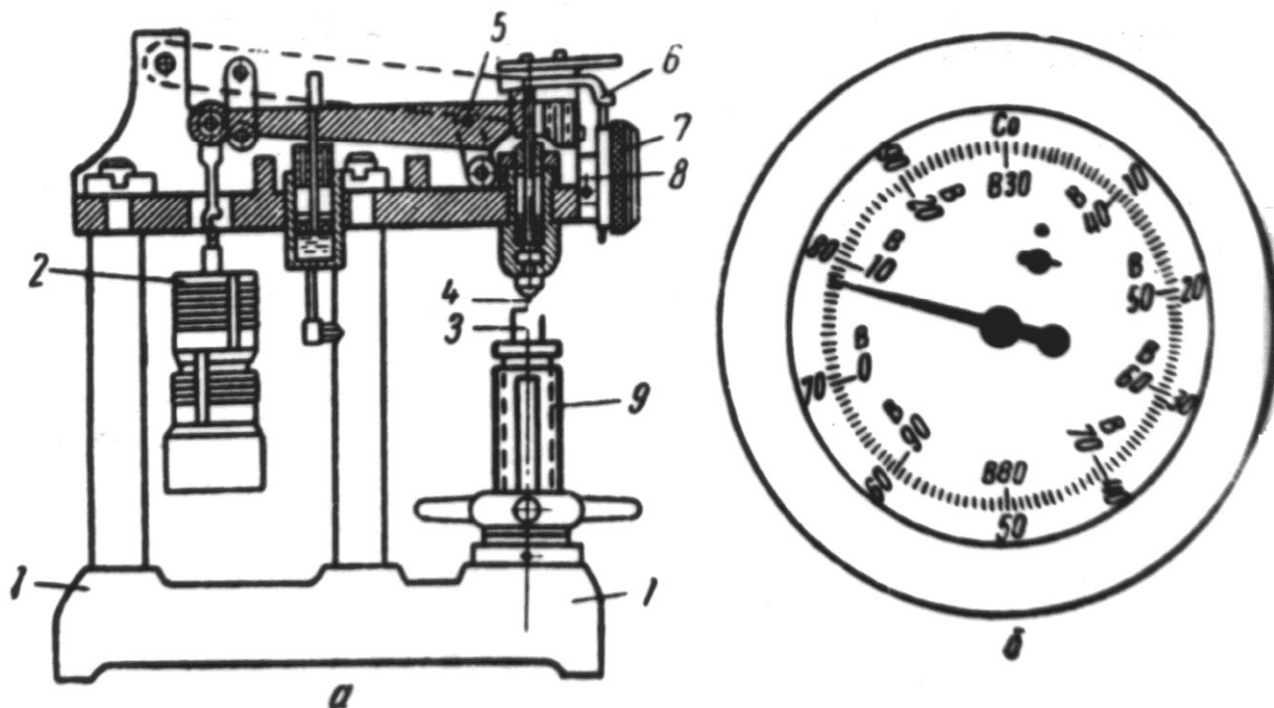

Рисунок 4. Измерение твердости по методу Роквелла:
- устанавливают образец на столик прибора (см. рис. 4);